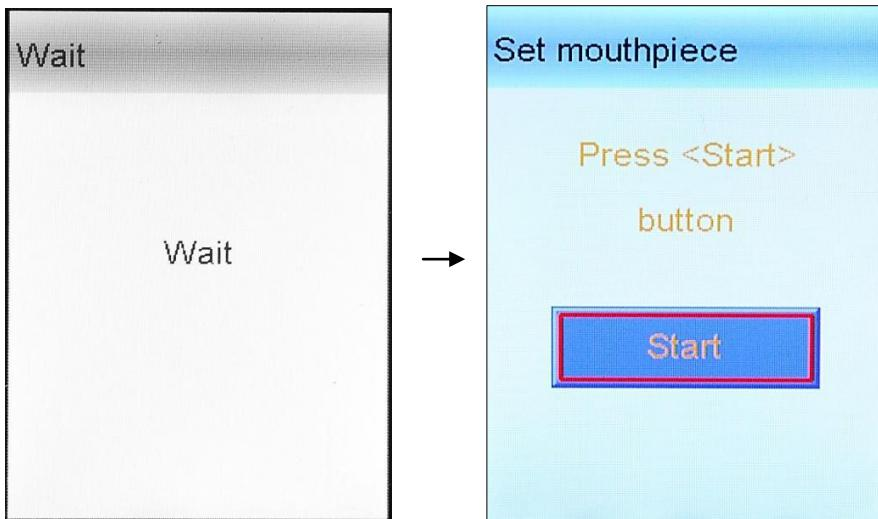

Рисунок 8 – Подготовка к измерению
2.7.2 Выберите режим измерения, переместив курсор с помощью кнопки А или В на соответствующую иконку и утвердив выбор кратковременным нажатием на кнопку вкл/выкл. Анализатор начнет процедуру подготовки к измерению, на дисплее последовательно появятся окна «Wait» и «Set mouthpiece» (рисунок 8).